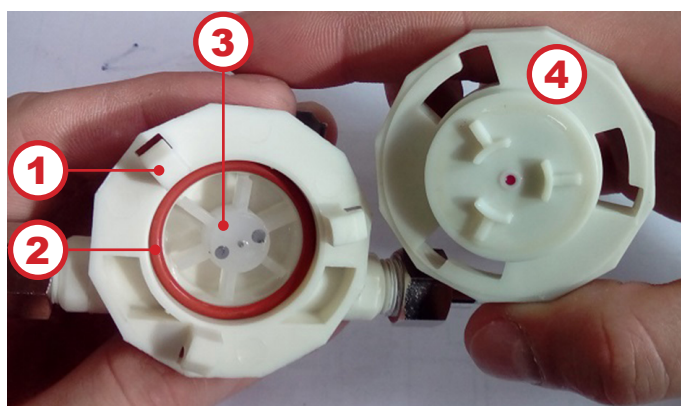

Рисунок 2.10
7. Прочистите внутренние части расходомера (см.рис.2.10)